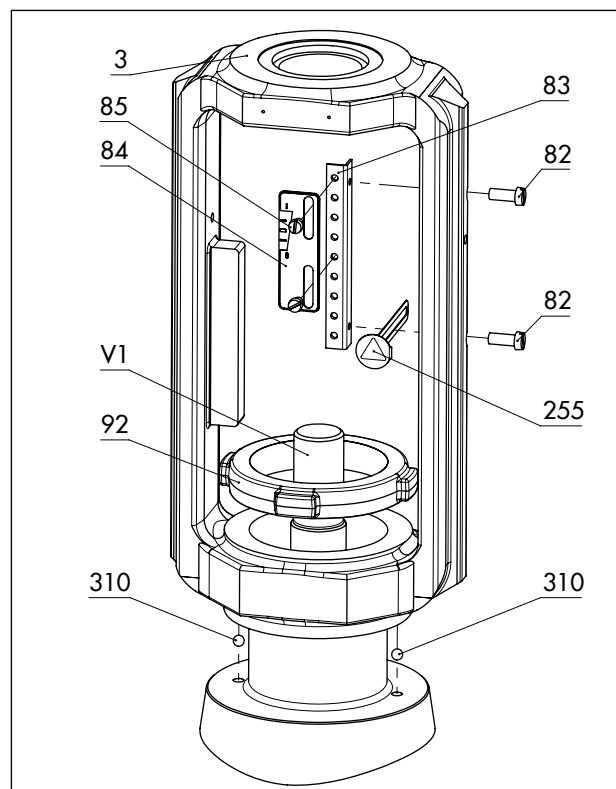
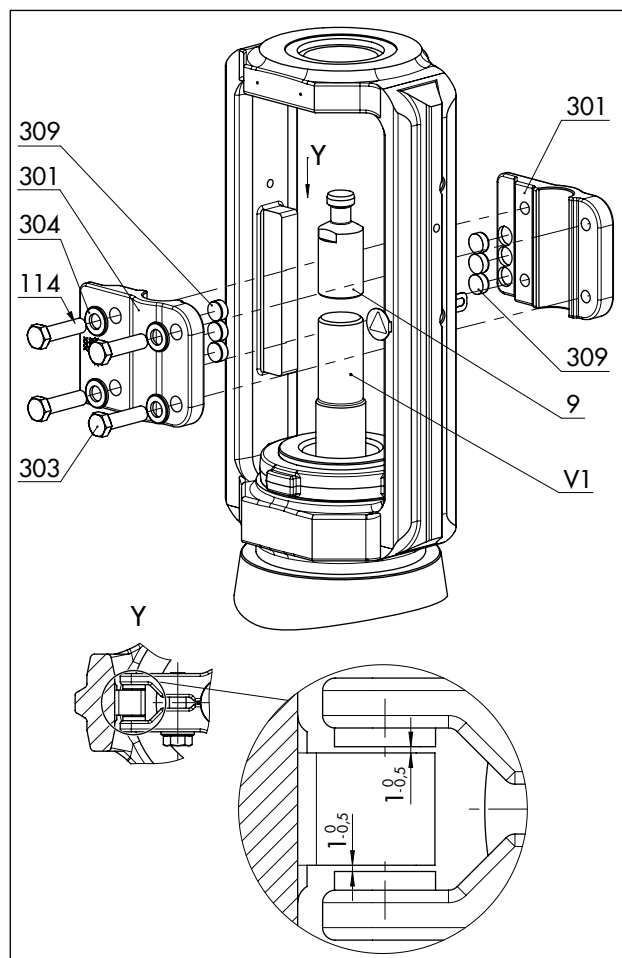

Fig. 20: Översikt över okenheten med slagindikatorskala i standardversionen.
Fig. 21: Översikt över antirotationsfästenheten i standardversionen
Se Fig. 20 och Fig. 21
- Att det finns ett nominellt spel på 0,5 till 1 mm mellan glidbrickorna och deras kontaktyta på oket på varje sida (se detaljerad vy Y i Fig. 21).